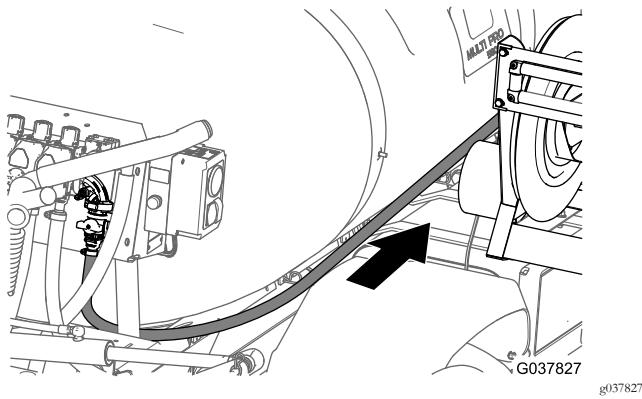

图99
4. 沿打药车药缸朝软管卷的方向向前铺设供水软管并用 3 条扎带将软管固定到药缸架上 图99。